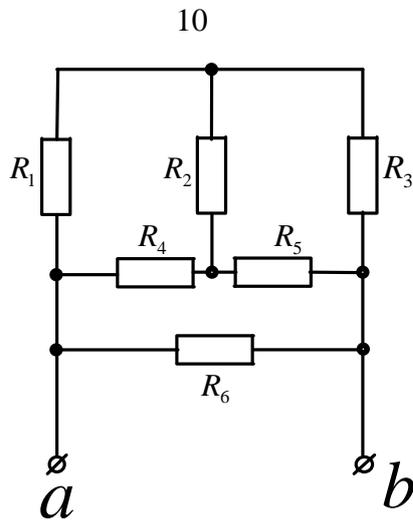

Рисунок 11
**Задача 8.** Определить эквивалентное сопротивление схемы (рис.11) относительно зажимов ab, если  $R_1=800\text{Ом}$ ;  $R_2=240\text{Ом}$ ;  $R_3=600\text{Ом}$ ;  $R_4=200\text{Ом}$ ;  $R_5=400\text{Ом}$ ;  $R_6=1000\text{Ом}$ .